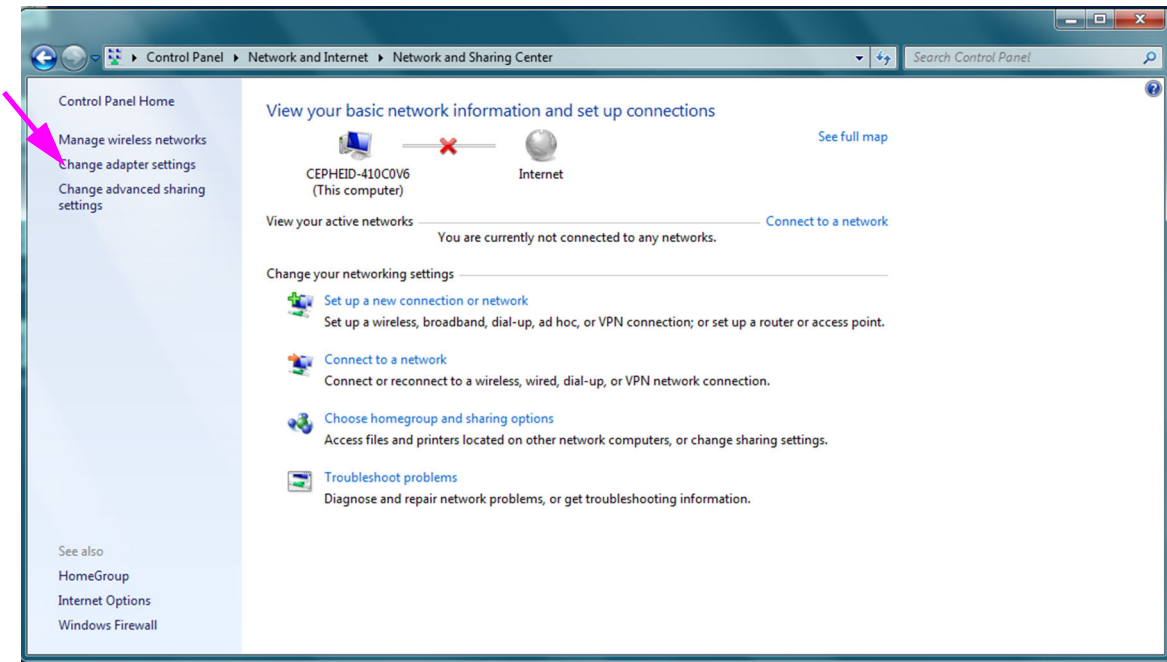

Figura 2-38. Ecranul Centru rețea și partajare
4. Faceți clic pe **Vizualizați starea și activitățile rețelei (View network status and tasks)**. Se afișează ecranul **Centru rețea și partajare (Network and Sharing Center)**. Consultați **Figura 2-38**.